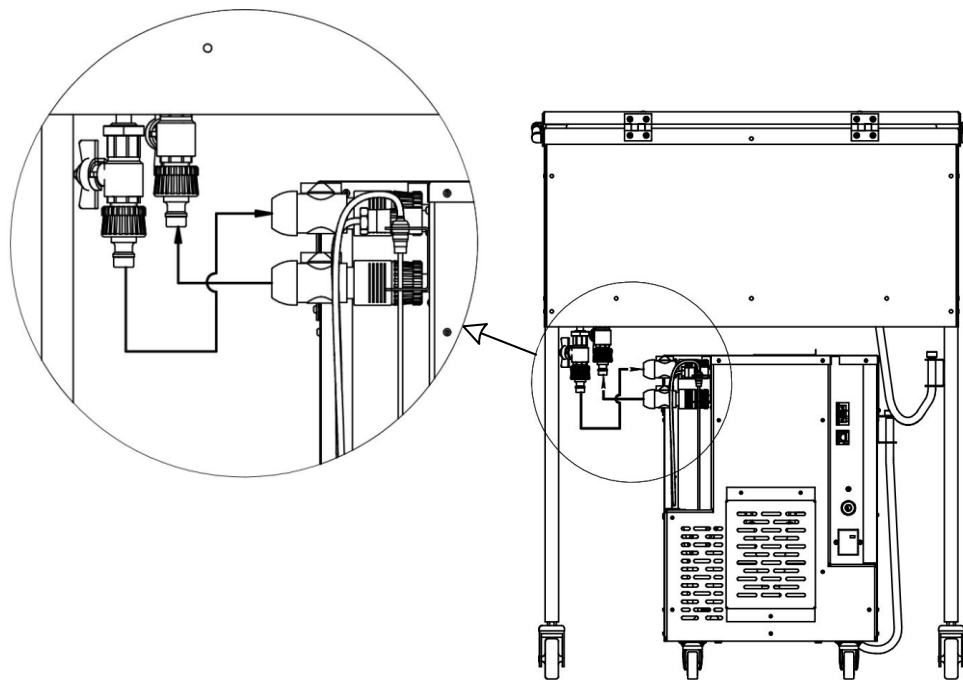

Рисунок 6 – Подключение блока термостатирования проб БТП-1 к ТКП -10 с помощью трубопроводов
4.4.1 Подключить блок термостатирования проб к термокриостату с помощью шлангов трубопровода из комплекта поставки (см. рисунок 6). Для этого соединить трубопроводы для подключения внешнего объекта **“ВХОД”** и **“ВЫХОД”**, расположенные на задней панели блока термостатирования проб, с соответствующими штуцерами **“ВХОД”** и **“ВЫХОД”** термокриостата.